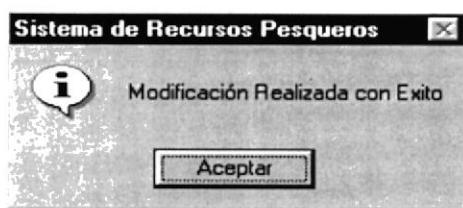

Figura 10.64 Mensaje de Modificación
5. Si se ha realizado una modificación se mostrará el siguiente mensaje (ver figura 10.64).